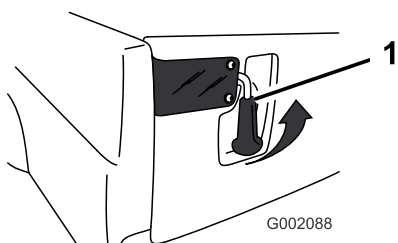

図 20
1. テールゲートを開くには、ラッチを外側に押してから上に回す（図 20）。スプリングの働きでラッチは内側に飛び出してくるので、注意しながらテールゲートを降ろす。